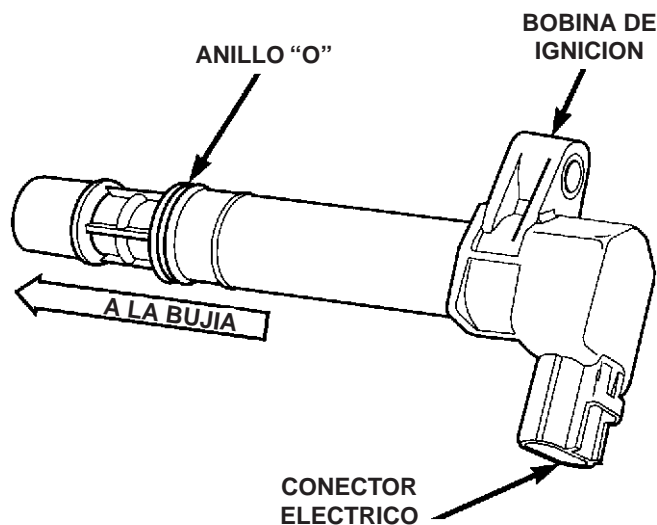
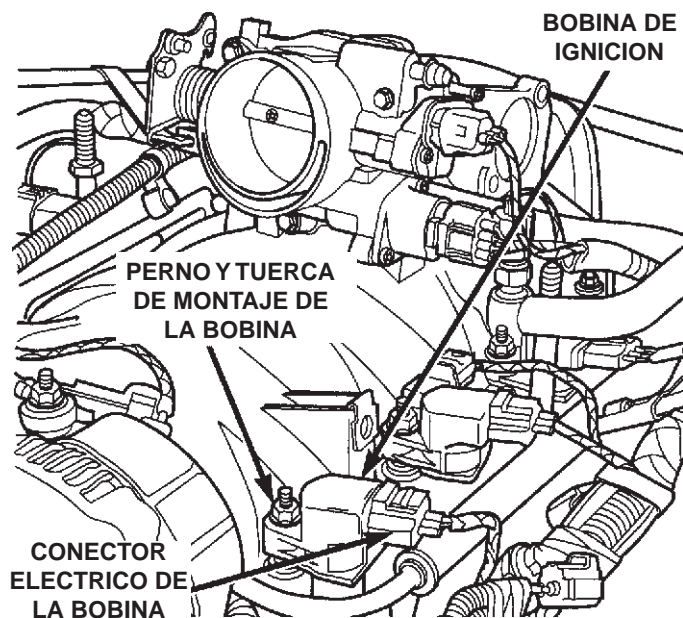

Fig. 27 Bobina de ignición del motor V-8 de 4.7 L
Fig. 28 Localización de la bobina de ignición del motor V-8 de 4.7 L
Se emplean bobinas de ignición individuales para cada bujía (Fig. 27). Las bobinas ajustan en agujeros maquinados en la cabeza de cilindros. Un birlo y tuerca aseguran cada bobina en la parte de arriba del múltiple de admisión (Fig. 28). La parte inferior de la bobina está equipada con una bota de hule para sellar la bujía a la bobina. Dentro de cada bota de hule hay un resorte. Este resorte se usa para hacer contacto mecánico entre la bobina y el extremo superior de la bujía. Estas botas de hule y los resortes son parte permanente de las bobinas y no se reparan separadamente. Un anillo "O" (fig. 27) se utiliza para sellar a la bobina en la abertura correspondiente de la cabeza de cilindros.
(1) Dependiendo de cuál bobina se esté quitando, puede que se necesite quitar el tubo de entrada del aire del cuerpo del acelerador o la caja de entrada para tener acceso a la bobina.
(2) Desconecte el conector eléctrico (Fig. 28) de la bobina, empuje hacia abajo el seguro de liberación que está en la parte superior del conector y saque el conector de la bobina.
(3) Limpie el área en la base de la bobina con aire comprimido antes de quitarla.
(4) Quite la tuerca de montaje de la bobina del perno de montaje (Fig. 28).
(5) Jale la bobina cuidadosamente hacia arriba para sacarla de la abertura de la cabeza de cilindros con un ligero torcimiento.
(6) Quite la bobina del vehículo